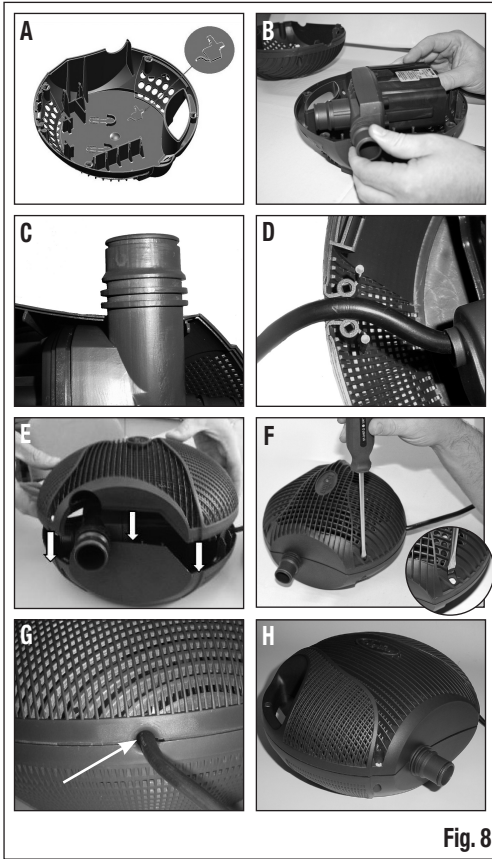

Fig. 8
**Assicurarsi che la pompa sia correttamente collocata all'interno del guscio (fare riferimento all'apposito disegno della pompa posto all'interno del guscio Fig.8/A), che quest'ultimo sia ben chiuso e che il cavo di alimentazione sia correttamente posizionato prima di ricollocare la pompa in laghetto per il suo funzionamento (vedi Fig. 8).**